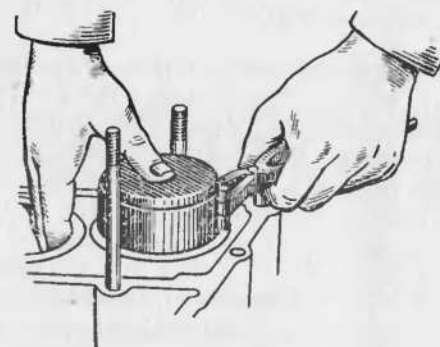

Рис. 63. Установка поршня
4. Смазать поршневые кольца маслом, сместить стыки колец под углом 90°, сжать кольца (рис. 63) специальным приспособлением для установки поршня с кольцами и вставить поршень в сборе с шатуном в цилиндр (см. технические условия, п. г).